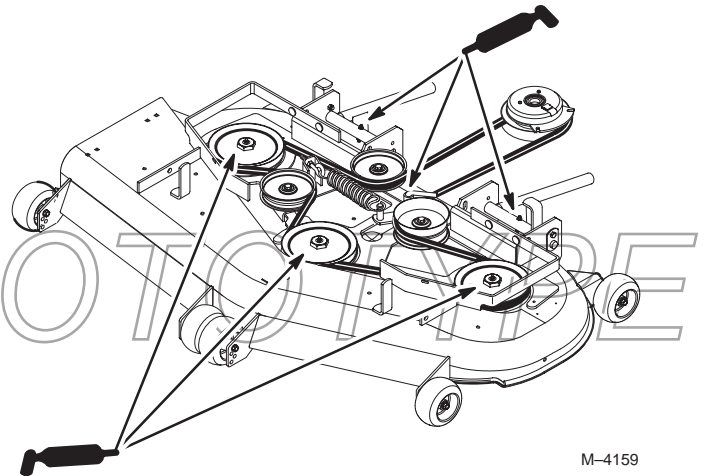

Figure 41
2. Lubrifiez les graisseurs des roulements des trois axes (Fig. 41).
3. Graissez le pivot de la poulie de tension (Fig. 41).
4. Lubrifiez les graisseurs des bras de poussée (Fig. 41).